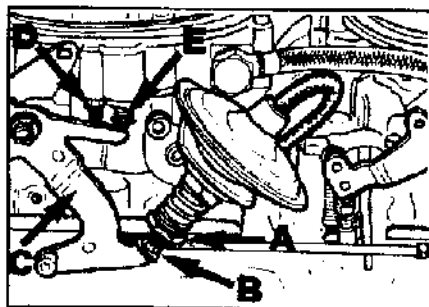

Рис.5 Регулировка регулятора заслонки.
- б) При включении скорости обороты двигателя должны быть на 100 об/мин. ниже значения спецификации. При необходимости подрегулировать винтом (А) (Рис.5).
- а) При работе двигателя на холостом ходу проверить зазор в 0.1 мм между болтом (В) и рычагом (С) (Рис.5).